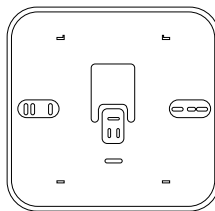

Fig. 10
- Montare, se necessario, la placca di supporto alla scatola elettrica, fornita all'interno del kit (fig. 10).
Il Sensore Ambiente Wireless esegue un monitoraggio continuo del livello di carica delle batterie, la cui durata è di circa 2 anni. Quando la carica si sta esaurendo, il display visualizza il simbolo "🔋" (fig.10). Provvedere a sostituire le pile come precedentemente descritto.